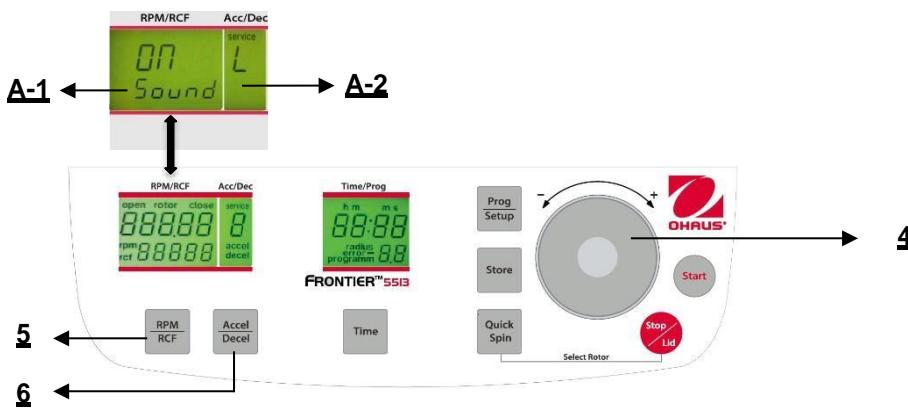

Figura. 30
Procedere come descritto al punto 4.1.2 per inserire questa modalità programma e poi premere il tasto **"Accel/Decel"** (6). Sul display **"Acc/Dec"** (A-2) lampeggia la parola **"Service"**. Selezionare adesso la lettera **"L"** con la quadrante di regolazione (4). Di conseguenza, compaiono le parole **"On Sound"** sul display **"RPM/RCF"** (A-1). Se adesso si preme il tasto **"RPM/RCF"** (A-1), lampeggia la parola **"On"** e si può disattivare la suoneria, con la quadrante di regolazione(4) (Vedere figura 30).